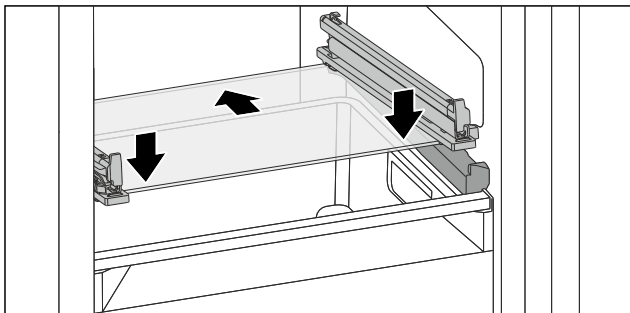

Fig. 108 Staklena ploča nagibne ladice
- Stavite ladicu ukoso iza zaustavljača. (pogledajte Fig. 108)